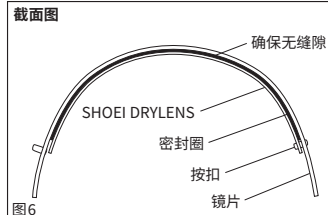

图6
3 Montera visiret på hjälmen. Kontrollera att förseglingen på SHOEI DRYLENS sluter tätt runt visiret enligt bild 6. Om det finns ett glapp mellan linsen och visiret, justera placeringen av linsen med hänvisning till sektionen "Justera SHOEI DRYLENS-linsen".
❷-4接着将SHOEI DRYLENS的保护膜全部取下。
❸ 将镜片安装在头盔上,确认SHOEI DRYLENS的密封圈周边与镜片全部密合(图6)。如果有缝隙,请参照以下“SHOEI DRYLENS的调整”的内容进行调整。